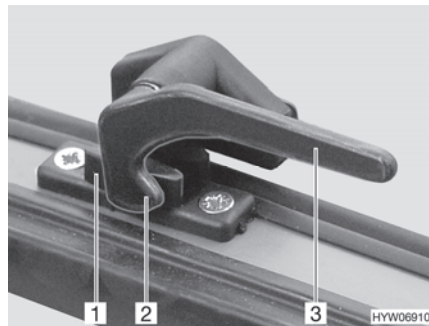

Bild 36 Låsarm i läget "stängd"
- Sväng låsarmen (Bild 36,3) ett kvarts varv mot fönstrets mitt.
- Sväng låsarmen (Bild 36,3) ett kvarts varv mot fönsterkarmen. Låsspaken (Bild 36,2) är placerad på insidan av fönsterlåset (Bild 36,1).
- I läget "helt stängt" (Bild 36)